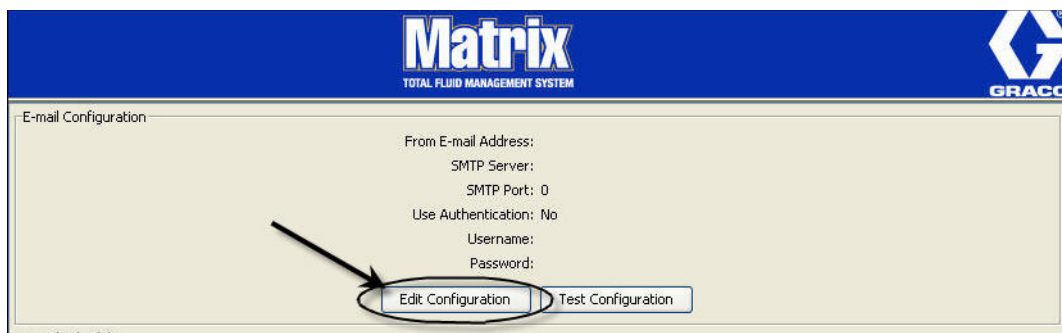

图 136
1. 若要为电子邮件通知设置 Matrix 系统或更改现有电子邮件配置，单击“编辑配置”按键（图 136）。